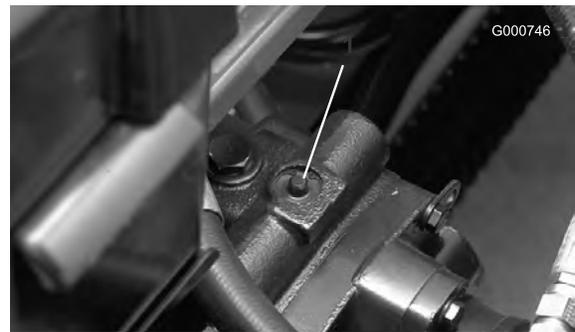

Figura 39
1. La valvola di bypass si trova sopra la pompa a portata variabile (Figura 39). Girate la valvola di 90° in qualsiasi direzione per aprirla e consentire all'olio di bypassare internamente. Dal momento che il fluido viene bypassato, potete spostare lentamente la macchina senza danneggiare la trasmissione.